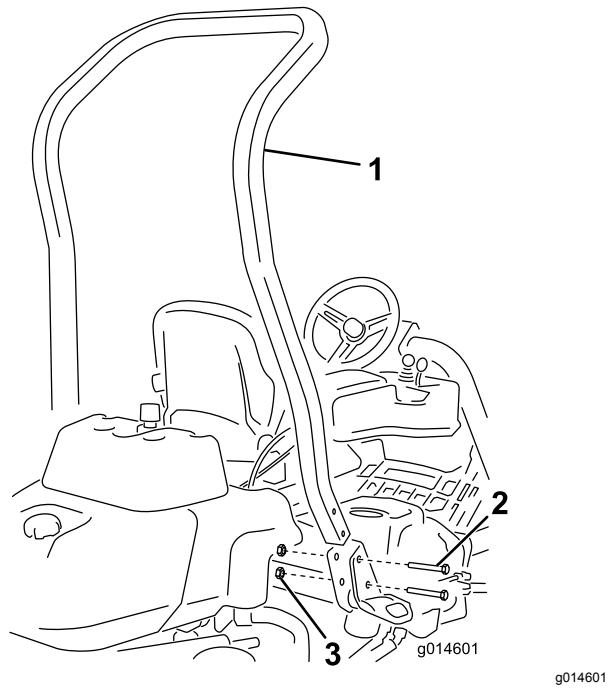

Figura 3
3. Fissate il roll bar negli incastri su ogni lato della macchina con 4 bulloni (1/2 x 3 3/4") e 4 dadi flangiati (1/2") (Figura 3)..